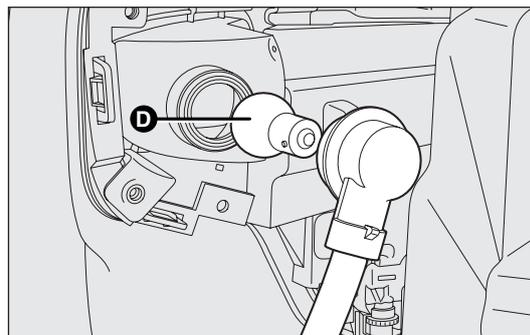

fig. 165
- ❑ estrarre la lampada D-fig. 165 spingendola leggermente e ruotandola in senso antiorario (bloccaggio a “baionetta”) quindi sostituirla;